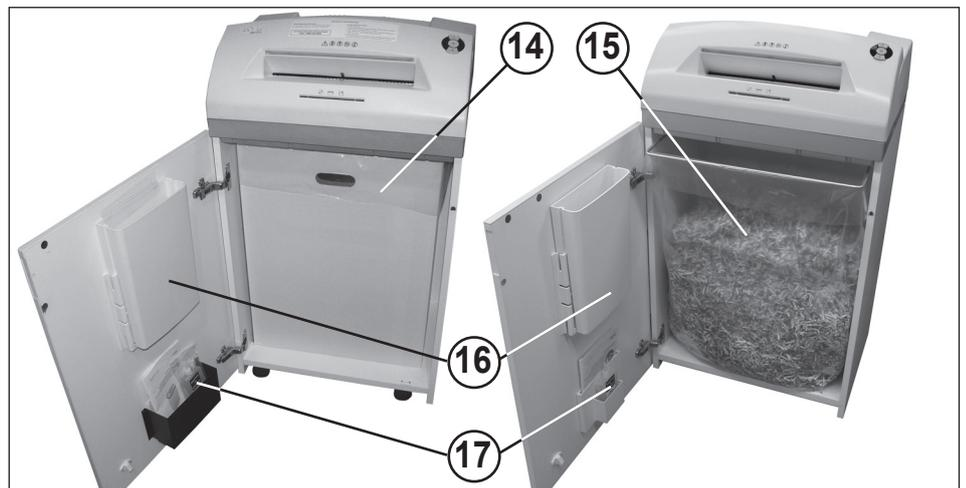

Fig. 4
14 = Depósito colector de papel (Fig. 4)
15 = Saco colector de papel (Fig. 4)
16 = Depósito colector de CDs/DVDs (Fig. 4)
17 = Recipiente de óleo (Fig. 4)
ESVAZIAR O SACO COLECTOR / DEPÓSITO COLECTOR PARA PAPEL (Fig. 4):
ESVAZIAR O DEPÓSITO COLECTOR PARA CDs/DVDs (Fig. 4):
Abra a porta. O indicador de controlo  (8) acende-se e o indicador LED  do botão de retrocesso (4), bem como o indicador de controlo  (7) piscam. Retire o recipiente de óleo (17) (Fig. 4) do suporte da porta e volte a fechá-la.